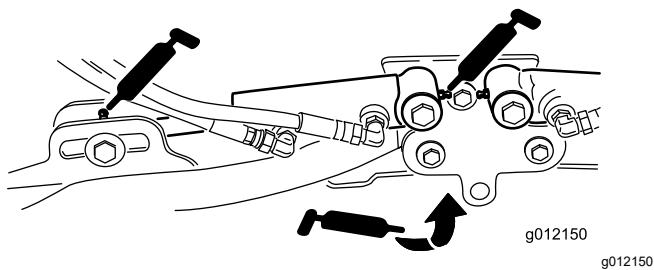

Figura 42
- Cilindri del braccio di sollevamento dell'apparato di taglio (2 cad.) (Figura 42)
- Perni del braccio di sollevamento (1 cad.) (Figura 42)